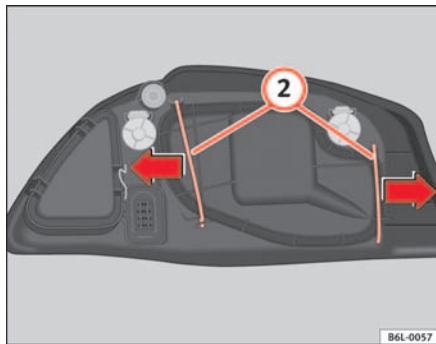

Abb. 140 Glühlampe
- Die Stäbe ② ⇒ Abb. 140 in Pfeilrichtung herauschieben und den Deckel abnehmen.
- Den Kunststoffdeckel und die Stäbe ② ⇒ Abb. 140 einsetzen.